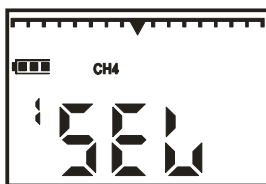

Рисунок 9.4
3) кнопкой "РЕЖИМ" выбрать необходимый газ (рисунок 9.4), кнопкой  зафиксировать выбор, после чего газоанализатор выключается.